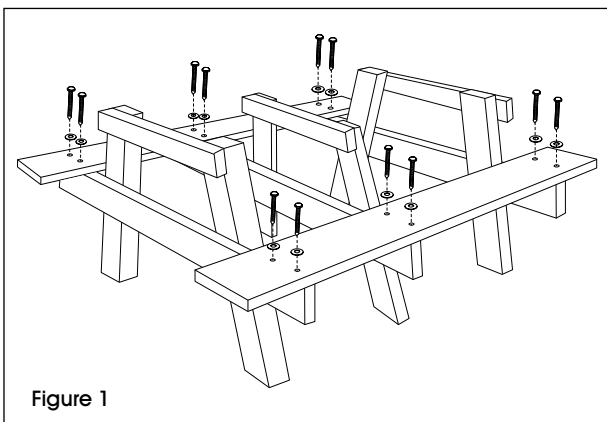

Figure 1
4. Fixez sans serrer les planches de siège à la base en A à l'aide des tire-fonds de 3 1/2 po et des rondelles en utilisant la perceuse et la douille tournevis de 7/16 po (à bien visser plus tard à l'étape 6). (Voir Figure 1)